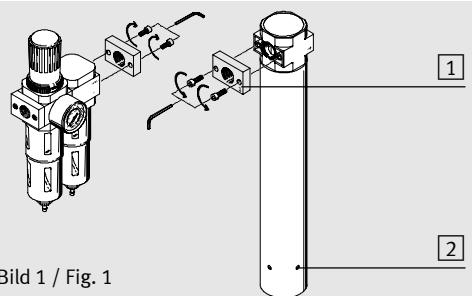

Bild 1 / Fig. 1
- Lors de l'assemblage avec un appareil de traitement d'air disponible dans la même gamme (voir Fig. 1 ... 4) :